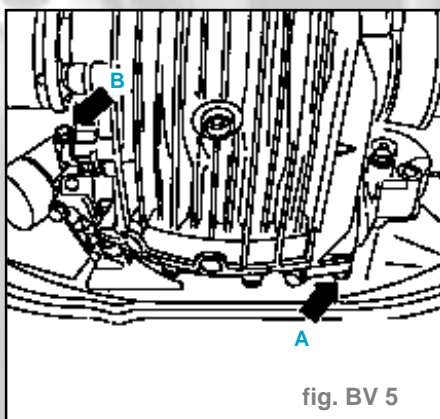

fig. BV 5
- Déposer les vis d'assemblage inférieures pour moteur/boîte, sauf les vis (flèche -A- et -B-) (fig. BV 5).
- Déposer les vis d'assemblage moteur/boîte de vitesses (flèches **-A-** et **-B-**) (fig. BV 5).